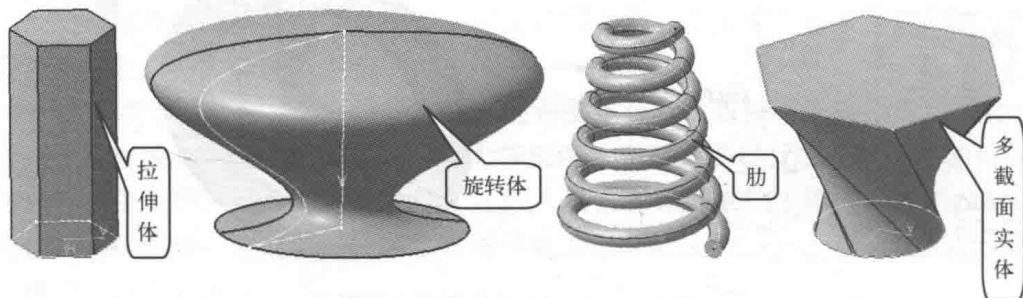

图 1-3 几个基于草图的特征
- 基于草图的特征是指在特征创建过程中，设计者必须通过草绘特征截面才能生成的特征，如“拉伸体”特征、“旋转体”特征、“肋”特征（其他软件多称作“扫描”）和“多截面实体”特征（其他软件多称作“放样”）等，如图 1-3 所示（本书第 2、第 3 章将介绍草图绘制和草绘特征的创建操作）。